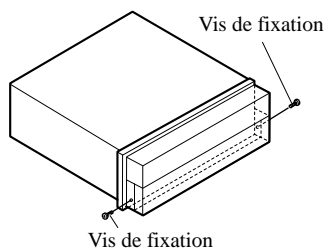

Fig. 16
- Fixez le panneau avant à l'appareil en utilisant les vis de maintien après avoir déposé le panneau avant. (Fig. 16)